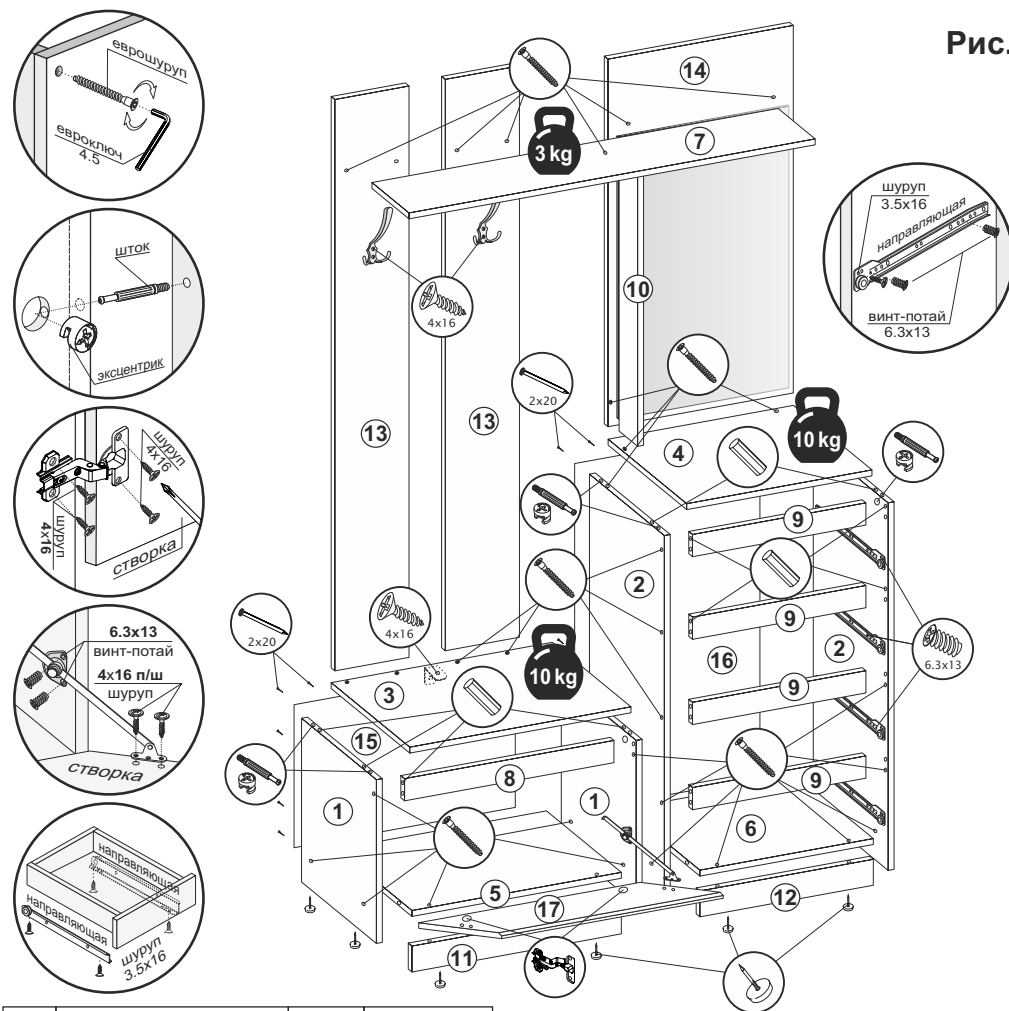

Рис.1
2. К цоколям (11,12) и боковинам (1,2) прибить подпятники (рис.1).
3. К боковинам (2) прикрутить направляющие винтами-потай 6,3х13 и зафиксировать шурупами 4х16 (рис.1).
5. Еврошурупами соединить боковины (1,2), стяжки (5,6) и цоколя (11,12) соответственно (рис.1).
6. В крышах (3,4) и задней стенке (14) досверлить необходимые отверстия для крепления задних стенок (13) и планки (10) (рис.1).
7. Соединить еврошурупами крыши (3,4), задние стенки (13,14), планку (10) и полку (7) (рис.1).
8. Установить собранные части изделия на боковины (1,2), используя шканты и эксцентрики. В месте соединения боковины (2), крыши (4) и планки (10) шкант не вставлять, досверленное отверстие в крыше (4) предназначено для крепления планки (10) еврошурупом (рис.1).
9. Замерить диагонали секции (они должны быть равны: +/- 2 мм) и прибить гвоздями 2х20 задние стенки из ХДФ (15,16) (рис.1).
10. Установить изделие на постоянное место. Соединить рядом стоящие боковины (1,2) межсекционными стяжками, предварительно просверлив отверстия Ø5 (рис.1).
11. Шурупами 4х16 прикрутить уголок 20х20 к крыше (3) и закрепить к стене. Затем закрепить к стене верхнюю часть изделия через задние стенки (13,14). **Так как материалы стен различаются, крепеж для фиксации к стене не прилагается. Для выбора подходящего крепежа обратитесь в специализированный магазин.** (рис.1).
12. Шурупами 4х16 по месту прикрутить крючки к задним стенкам (13) (рис.1).
13. **Только после окончательной сборки** навесить створку (17) на короб изделия, используя петли и шурупы 4х16. Прикрутить секретерный кронштейн к одной из боковин (1) винтами-потай 6.3х13, затем к створке (17) по наметкам шурупами 4х16 П/Ш. Отрегулировать петли (рис.1)